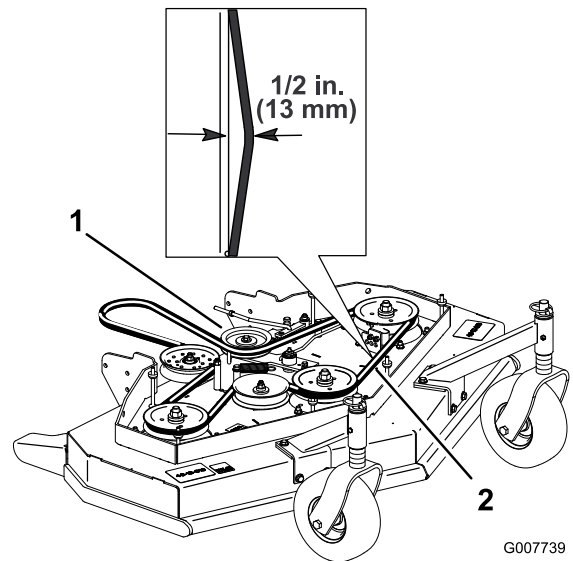

Bild 43
4. Entfernen Sie die Spannscheibe und den abgenutzten Riemen (Bild 43).
Hinweis: Die richtige Treibriemenspannung ist 44-67 N, wenn der Riemen in der Mitte zwischen den Riemenscheiben um 13 mm durchgebogen ist (Bild 43).